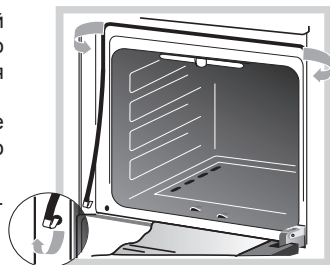

Рис.21
- Когда моете духовку, будьте аккуратны - не повредите резиновое уплотнение. Его можно снять, вынув скобы из отверстий (рис. 21).